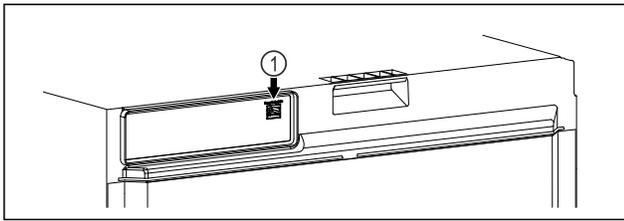

Fig. 105
- Le SmartModule Fig. 105 (1) est installé.